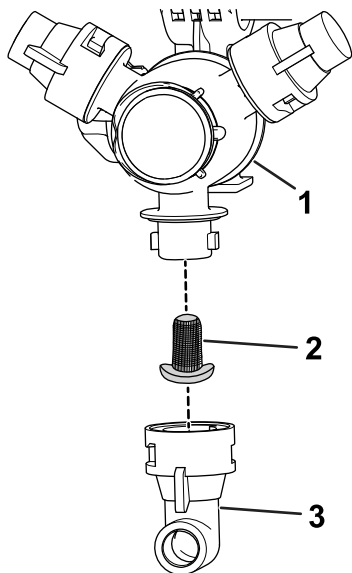

Рисунок 24
2. Снимите сопло с поворотной распылительной головки (Рисунок 24).
3. Снимите фильтр сопла (Рисунок 24).
5. Установите фильтр сопла (Рисунок 24).
6. Установите сопло на поворотную распылительную головку (Рисунок 24).